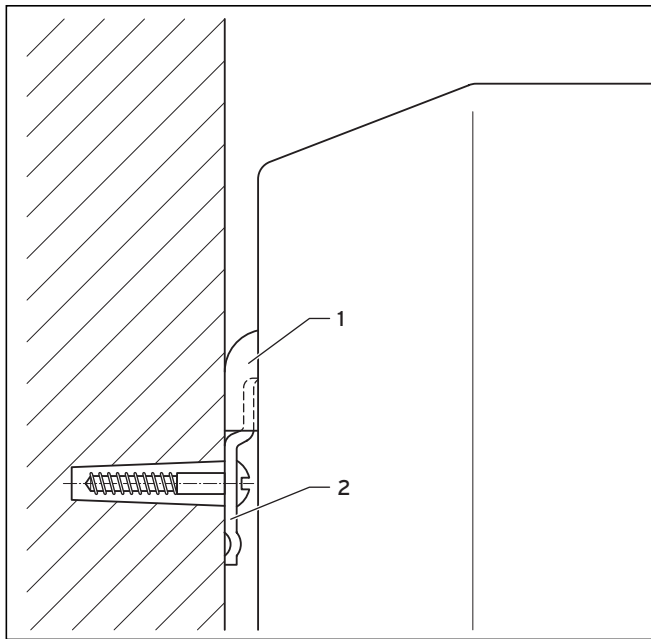

Abb. 5.4 Aufhängen des Speichers
- Befestigen Sie den Halter mit passenden Dübeln und Schrauben an der Wand (**2 → Abb. 5.4 Aufhängen des Speichers**).